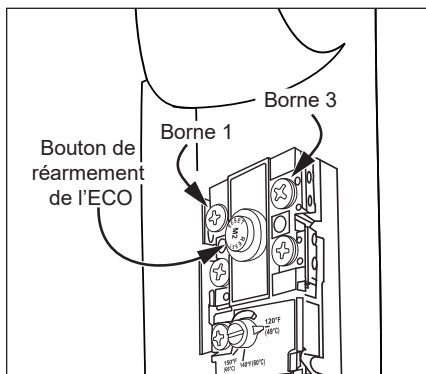

Figure 36 - Bouton du limiteur ECO.
- Appuyer sur le bouton de réarmement ECO rouge (Figure 36).